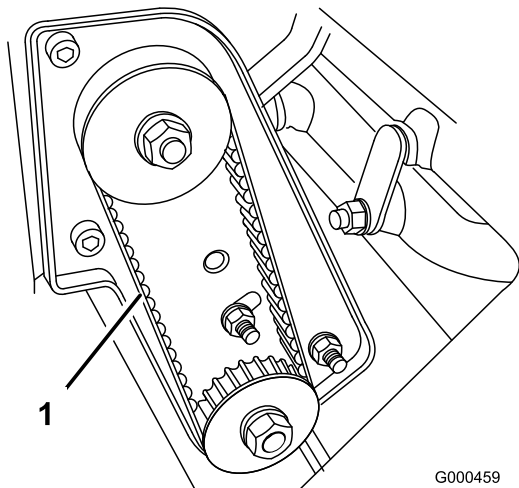

Figura 35
2. Compruebe la tensión presionando la correa (Figura 35) en el punto intermedio entre las poleas con una fuerza de $1,8 \pm 0,5$ kg. La correa debe desviarse entre 4,8 y 7,9 mm. Si la desviación no es la correcta, continúe con el paso siguiente.